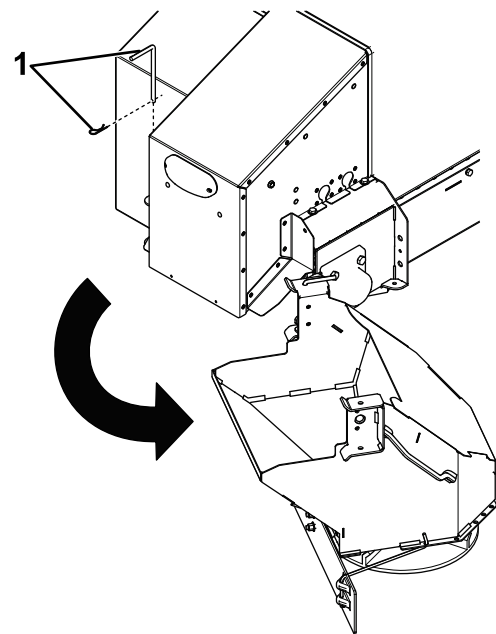

Figure 23
- Déposez la goupille fendue et de verrouillage gauche du distributeur (Figure 23).
- Écartez le distributeur de l'ouverture de la trémie (Figure 23).